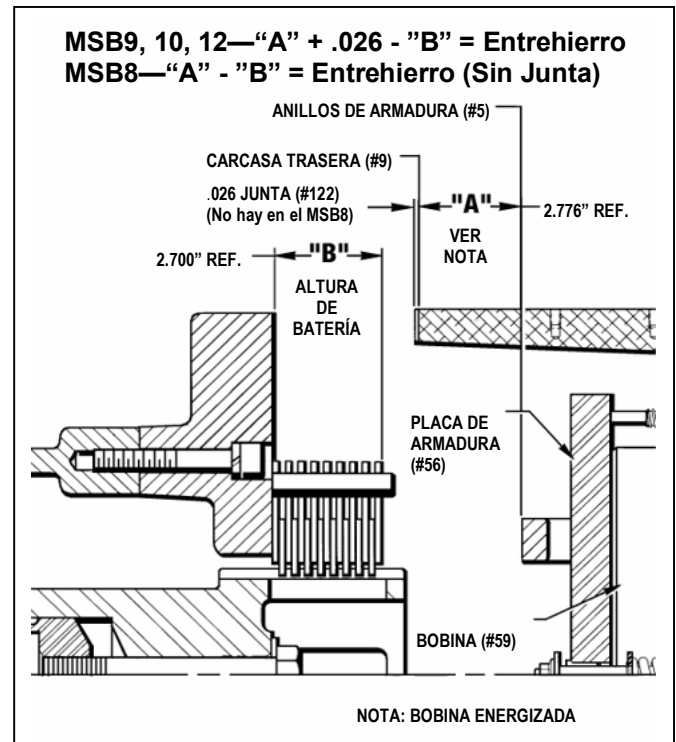

Figura 7.4 - Revisión del Entrehierro para el MSB12
Si la Batería de Frenos necesita ser reemplazada, entonces una nueva, que consta de (9) Placas (# 12) y (8) Discos de Fricción (# 13), necesita ser medida para determinar si necesita espaciadores (# 986) en la Batería para tener un **Entrehierro de 0.07"-0.09"**(pulgadas). El Entrehierro es el espacio libre entre la cara frontal de la Bobina (# 59) y la cara posterior de la Placa de la Armadura (# 56) con el Espaciador de Latón en ella (# 184). **(Ver Figura 7.4)**